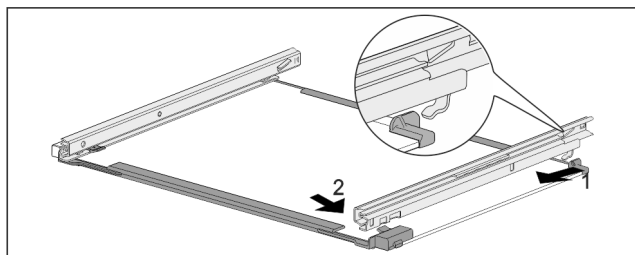

Fig. 199 Glasplatte mit Schienen
- Schiene hinten einhaken. Fig. 199 (1)
- Schiene vorne einrasten. Fig. 199 (2)